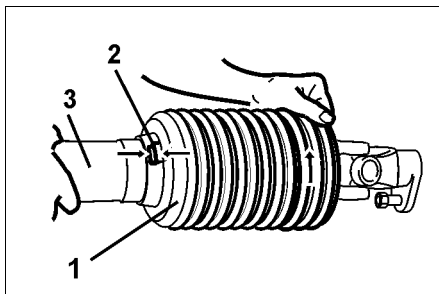

Fig. 21
- Skru vernetrakten (Fig. 21/1) i mon-
tasjeposisjon (Fig. 21./2).
- Trekk av det halve vernerøret (Fig. 21/3).